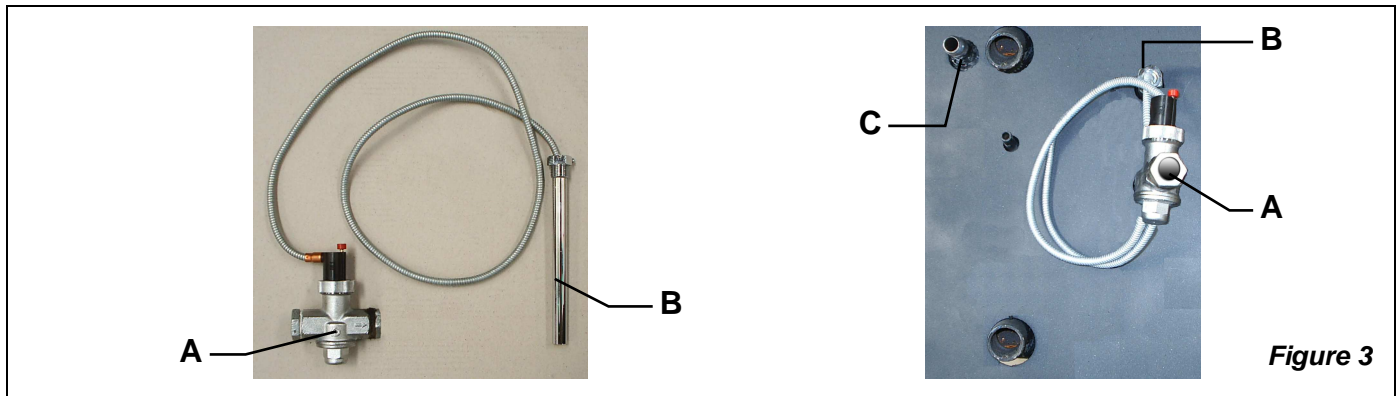

Figure 3
3.4. VANNE D'EVACUATION THERMIQUE (OPTIONNEL) - Figure 3